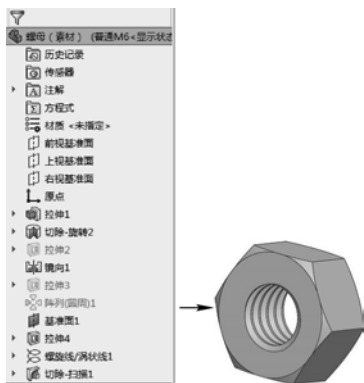

图 1-9 修改相关尺寸完成“普通 M6”配置
STEP 2 通过修改零件尺寸，令新配置内螺母的内径为 6（修改“草图 5”），零件的螺距为 1（修改“螺旋线/涡状线 1”），螺母内接正六边形对角点的距离为 11.5（修改“草图 1”），两个平行边的长度为 10（修改“草图 2”），完成新配置内参数的修改，如图 1-9 所示。